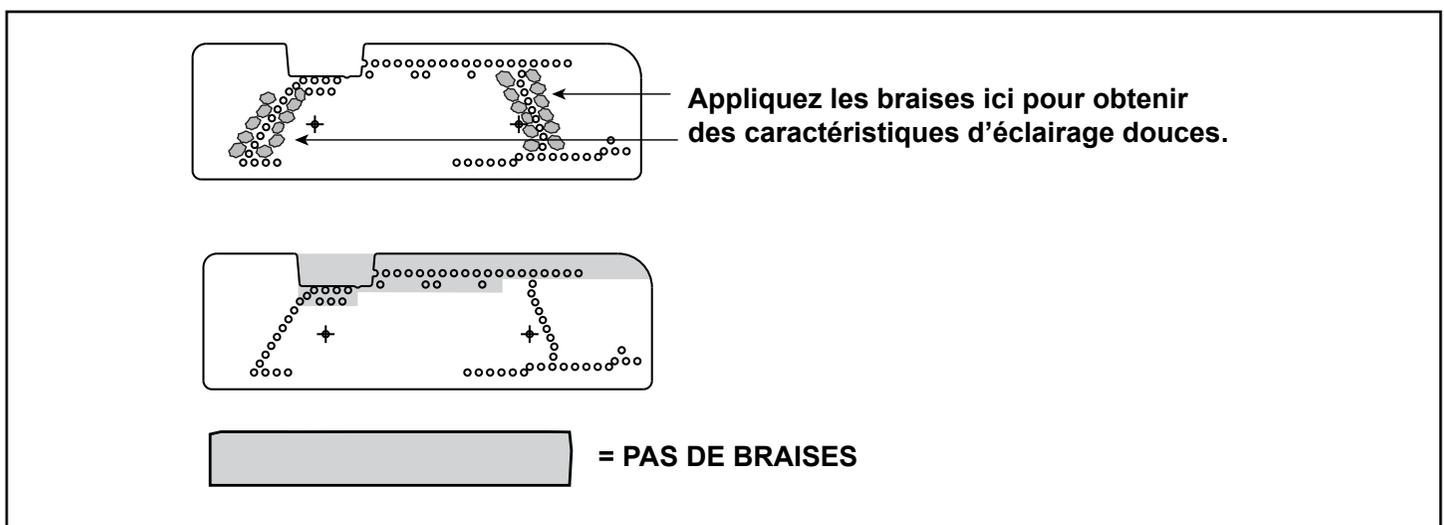

Figure 11.27 Emplacement du support/des braises du brûleur
- Les braises ne peuvent être placées que dans les zones illustrées à la figure 11.27.